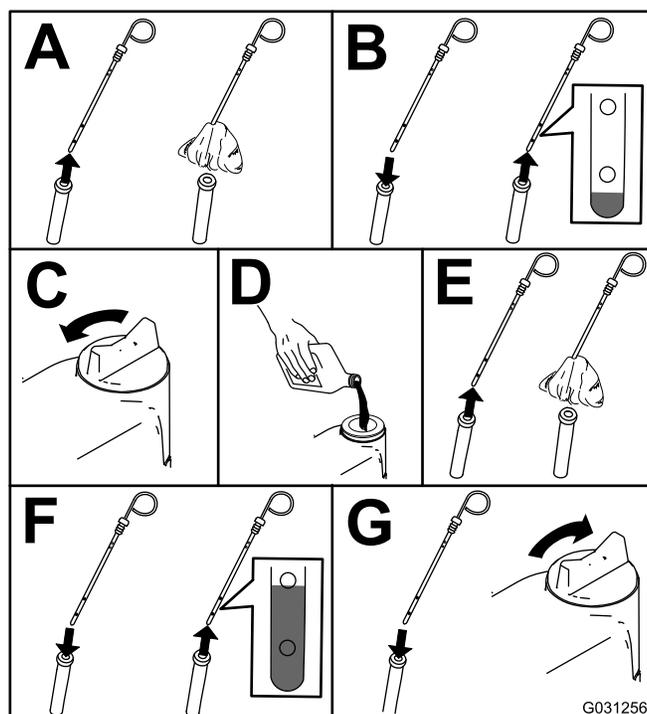

Рисунок 76
2. Проверьте уровень масла в двигателе (Рисунок 76).